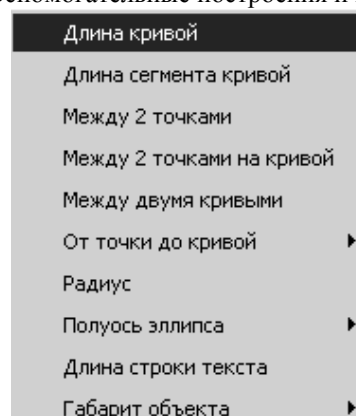

Рис.35.
- Длину можно брать с ранее построенных видов. Такой способ построения называется **геометрическим калькулятором**. Для этого в **Панели свойств** нажатием правой кнопки мыши вызвать контекстное меню (рис.35) и выбрать команду **Длина кривой**. Указав объект для построения, следует задать направление построения, например, с помощью команды **Ортогональное черчение**, и далее чертить основной линией.